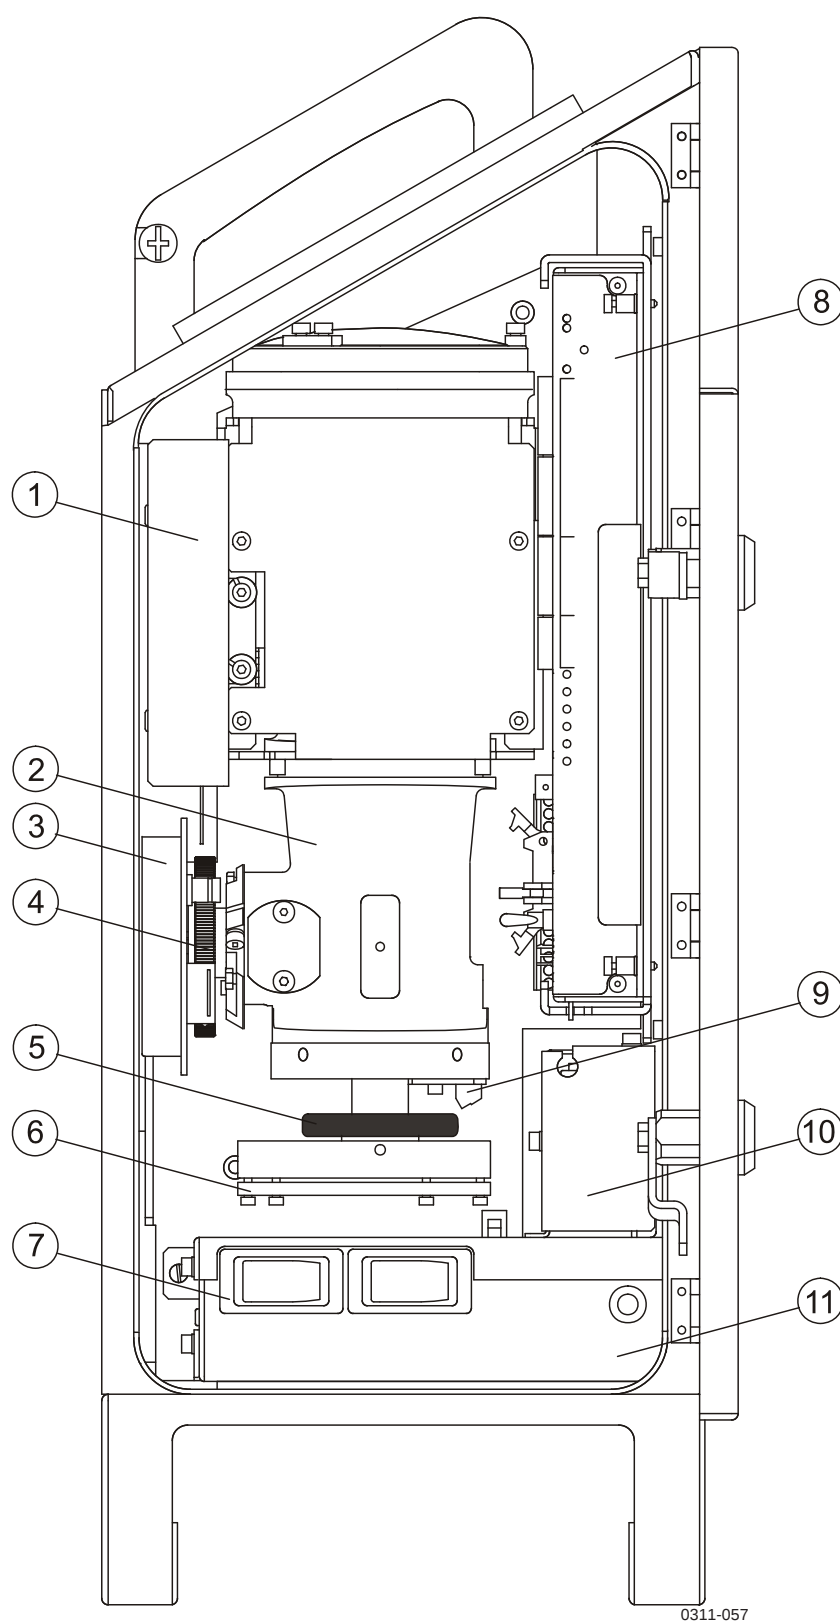
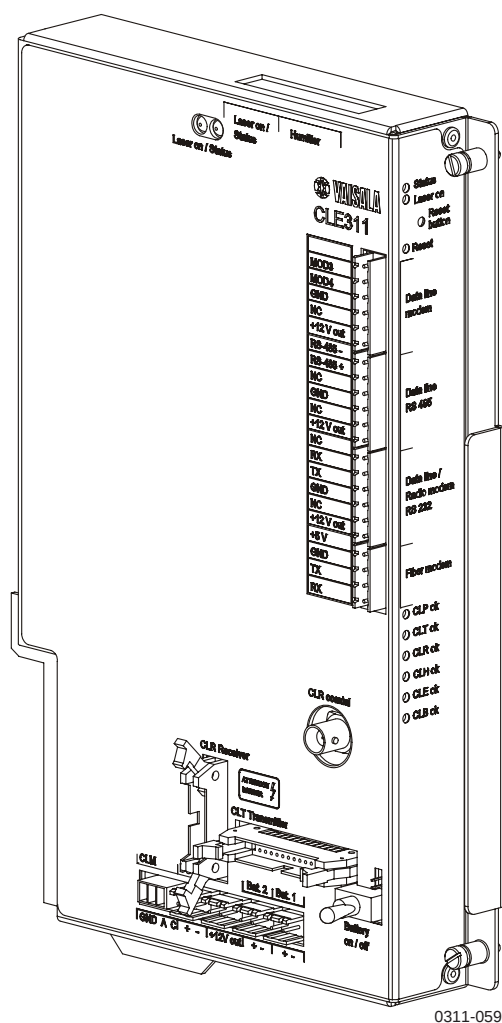

Рисунок 18 Основные компоненты облакомера CL31
Рисунок 19 Процессорная плата облакомера CLE311
1. откройте измерительный блок прилагаемым к нему ключом. Отключите питание всеми тремя выключателями (F1, F2 и Battery). Местоположение выключателей см. на рис. 18 и 19.
10. подключите питание всеми тремя выключателями. Дождитесь мигания светодиода **Laser on** с интервалами 2 с. Проверьте, горят ли все 6 светодиодов диагностики (см.рис.19).
1. откройте дверку измерительного блока и убедитесь в неисправности передатчика. Если он неисправен, то не будет гореть светодиод **CLT ok** (см. рис. 19).
2. отключите питание всеми тремя выключателями (F1, F2 и Battery). Расположение выключателей см. на рис. 18 и рис.19.
4. чтобы снять передатчик, ослабьте крепежное кольцо передатчика, повернув его вправо. При необходимости в качестве рычага можно использовать ключ на 2,5 мм. Выньте передатчик из блока (см. позиции 5 и 6 на рис. 18).
8. включите питание всеми тремя выключателями. Дождитесь мигания светодиода **Laser on** с интервалами 2 с. Убедитесь, что все шесть светодиодов диагностики светятся (см. рис. 19).
1. откройте дверку измерительного блока и убедитесь в неисправности приемника. Если приемник неисправен, то не будет светиться светодиод **CLR ok** (см. рис. 19).
8. включите питание всеми тремя выключателями. Дождитесь мигания светодиода **Laser on** с интервалами 2 с. Обратите внимание, чтобы после самотестирования загорелись все шесть светодиодов диагностики (см. рис. 19).
Цифровые обозначения рис. 18:
1. откройте дверку измерительного блока и убедитесь в неисправности платы CLE311. Если плата CLE311 неисправна, не будет светиться светодиод **CLE ok** (см.рис.19).
2. отключите питание всеми тремя выключателями (F1, F2 и Battery). Расположение выключателей см. на рис. 18 и рис. 19.
4. запомните положение разъема линии связи (RS-232/RS-485/Modem) перед платой CLE311 и отсоедините его (см. рис.19).
5. чтобы снять плату CLE311 с рамы, отверните ручные винты. Осторожно выньте наполовину плату CLE311 из измерительного блока и отсоедините кабель батареи и кабельные разъемы платы управления лазером CLM311. Затем окончательно выньте плату CLE311 (см. рис.19).
11. включите питание всеми тремя выключателями. Дождитесь мигания светодиода **Laser on** с интервалами 2 с. Проверьте, чтобы после самотестирования светились все шесть светодиодов диагностики (см. рис. 19).
1. откройте дверку измерительного блока и отключите питание всеми тремя выключателями (F1, F2 и Battery). Расположение выключателей см. на рис. 18 и рис.19.
9. подключите питание всеми тремя выключателями. Дождитесь мигания светодиода **Laser on** с интервалами 2 с. Проверьте, горят ли шесть светодиодов диагностики после самотестирования (см. рис. 19).
1. откройте дверку измерительного блока и убедитесь в неисправности блока питания. Если блок питания неисправен, светодиод **CLP ok** светиться не будет (см.рис.19).
12. включите питание всеми тремя выключателями. Дождитесь мигания светодиода **Laser on** с интервалами 2 с. После самотестирования должны светиться все шесть светодиодов диагностики (см. рис. 19).
1. откройте дверцу измерительного блока и убедитесь в неисправности оконного кондиционера. Если он неисправен, светодиод **CLB ok** не будет светиться (см.рис.19).
8. подключите питание всеми тремя выключателями. После включения подождите 3 мин, пока производится самопроверка. Убедитесь, что все шесть светодиодов диагностики светятся (см. рис. 19).
1. откройте дверцу измерительного блока и отключите питание всеми тремя выключателями (F1, F2 и Battery). Расположение переключателей см. на рис. 18 и рис.19.
11. включите питание всеми тремя выключателями. Дождитесь мигания светодиода **Laser on** с интервалами 2 с. Убедитесь, что все шесть светодиодов диагностики светятся (см.рис.19).
1. откройте дверцу измерительного блока и убедитесь в неисправности внутреннего обогрева. Если он неисправен, то светодиод **CLH ok** не будет светиться (см.рис.19).